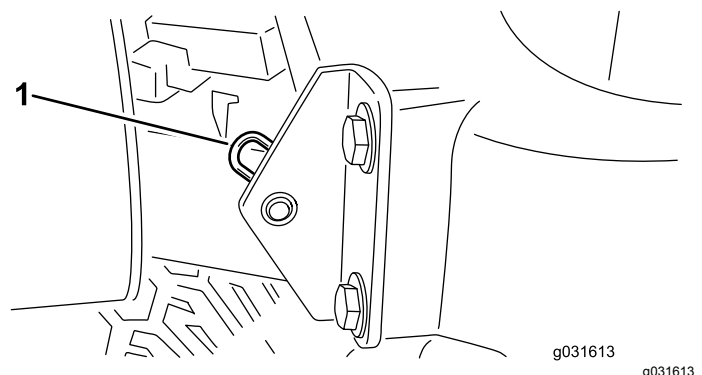

Figura 60
2. Retire el pasador que fija el pivote del capó a los soportes (Figura 60).